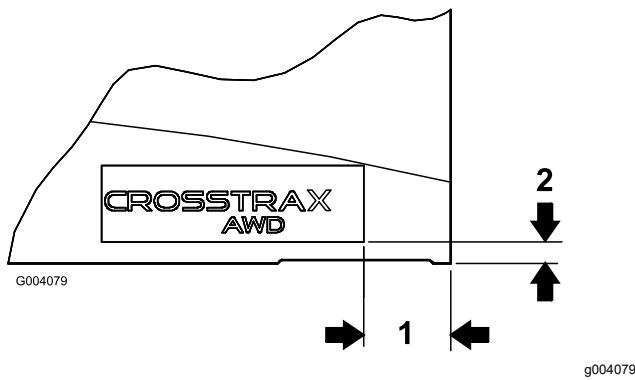

Рисунок 13
2. Используя размеры, указанные в Рисунок 13, найдите и прикрепите табличку CROSSTRAX к нижнему заднему углу с каждой стороны капота.